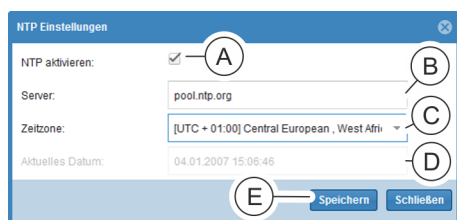

Abb. 155: Fenster "NTP-Einstellungen"
3. ➤ Bei Bedarf die Checkbox „NTP aktivieren“ (Abb. 155/Ⓐ) anklicken, eine Server-Adresse (Abb. 155/Ⓑ) eingeben und eine Zeitzone auswählen (Abb. 155/Ⓒ).
Alternativ die Checkbox „NTP aktivieren“ (Abb. 155/Ⓐ) nicht anklicken und nur Datum und Uhrzeit (Abb. 155/Ⓓ) eingeben.
4. ➤ Eingabe über die Schaltfläche „Speichern“ (Abb. 155/Ⓔ) bestätigen.